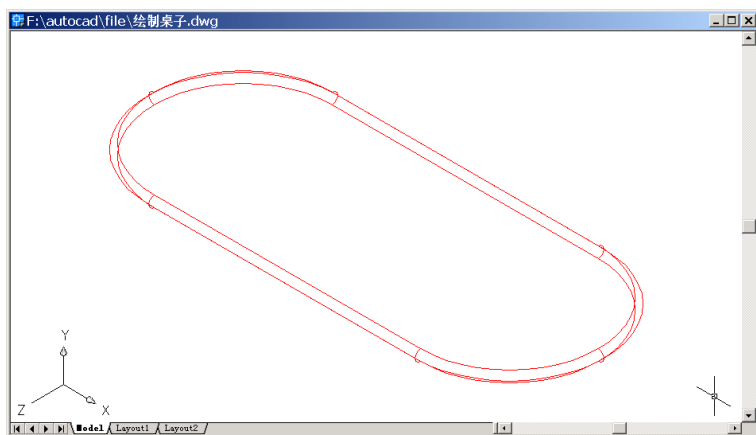

图 23.12 变换视图为东南视图
(12) 用 VIEW 命令变换视图为 Southeast Isometric (东南视图), 结果如图 23.12 所示。